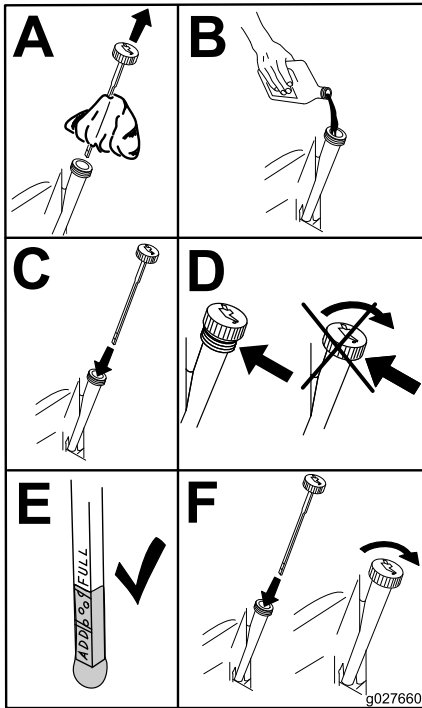

Figure 54
4. Versez lentement environ 80 % de l'huile spécifiée dans le tube de remplissage, puis faites l'appoint lentement pour faire monter le niveau jusqu'au repère maximum (Full) (Figure 54).